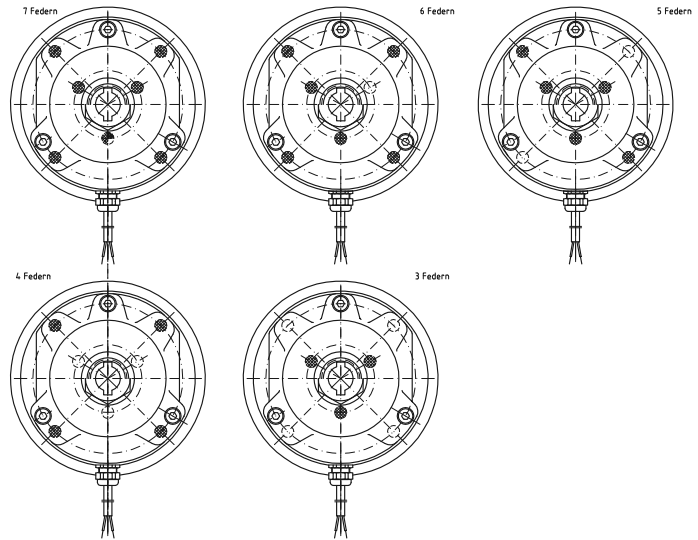
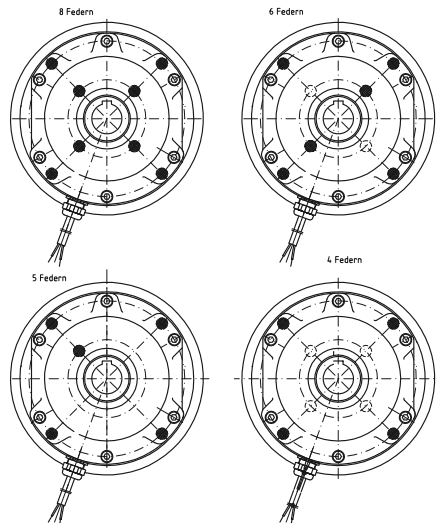

Bild 7.1 Anordnung der Federn – Federkraftbremsen ES(X)010A...ES(X)200A
Bild 7.2 Anordnung der Federn - Federkraftbremse ES(X)250A
Durch unterschiedliche Federbestückung (siehe Bild 7.1) im Magnetkörper (Pos. 1) können unterschiedliche Bremsmomente erzielt werden (siehe Technische Daten der Bremsen).
- Einlegen des neuen Druckfedersatzes – bei der Anordnung Bild 7.1 und Bild 7.2 beachten